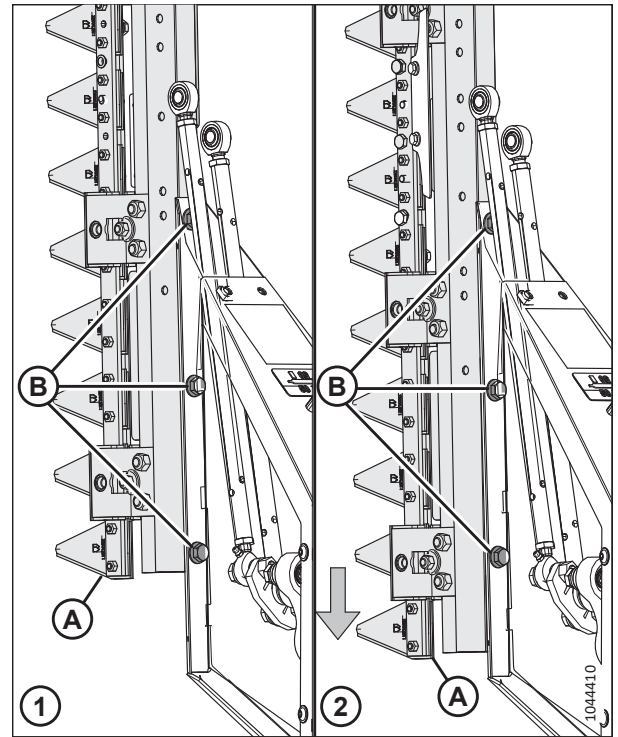

Abbildung 4.379: Einstellen der Messerposition
13. Die Messerbaugruppe (A) abstützen.
14. Die Schrauben und die Unterlegscheiben (B) entfernen. Alle vorhandenen Reste des Schraubensicherungsmittels von den Schrauben entfernen.
16. Die Messerbaugruppe (A) neu positionieren, bis die entsprechenden Konfigurationslöcher mit den Löchern am Rahmen übereinstimmen. Siehe Abbildung 4.379, Seite 517.
17. Die Schrauben (B) anbringen. Die Schrauben auf 54 Nm (40 lbf ft) anziehen.